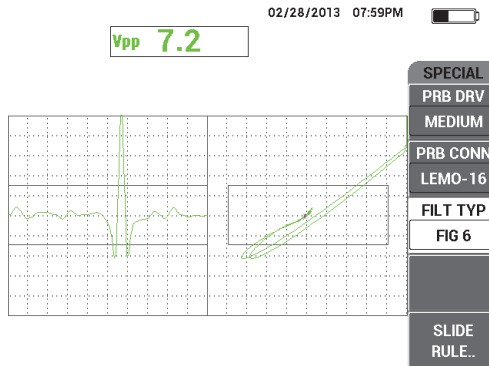

Figura 5-63 Filtro Figura 6
5. Pressione a tecla de menu MAIN FILTER () e, em seguida, altere o **FILT TYP** (tecla C) para **FIG 6** (veja Figura 5-63 na página 177).